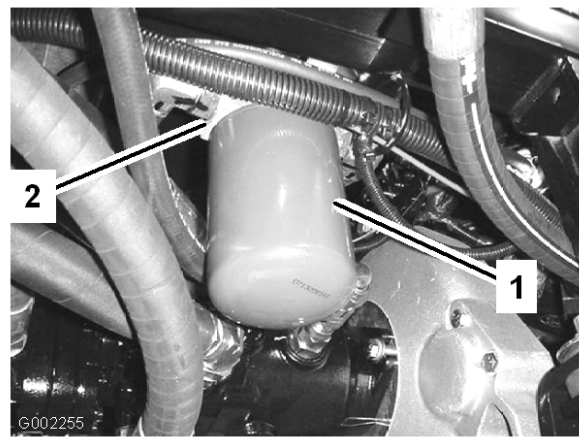

Bild 58
2. Reinigen Sie den Anbaubereich des Filters (Bild 58).
4. Entfernen Sie den Filter (Bild 58).
5. Fetten Sie die Dichtung des neuen Filters ein (Bild 58).